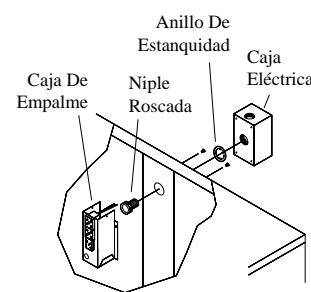

Fig. 5
- Instale la caja de interruptor.** Dentro de la unidad está un bolso plástico que contiene la caja y cubierta del interruptor, una niple roscada, un anillo de estanquidad y un interruptor de palanca. Quite la caja de empalme eléctrica que se encuentra en el interior del panel central (véase Fig 5). Por dentro de la unidad, inserte la niple roscada a través del agujero de acceso eléctrico. Resbale el anillo de estanquidad sobre la niple roscada. Instale la caja del interruptor al exterior de la unidad atornillando la niple roscada en la caja del interruptor. Inserte los tres conductores del interruptor a través de la niple roscada y en la caja del interruptor y reinstale la caja de empalme. Conecte el conductor a tierra verde al tornillo de puesta a tierra en la caja del interruptor.